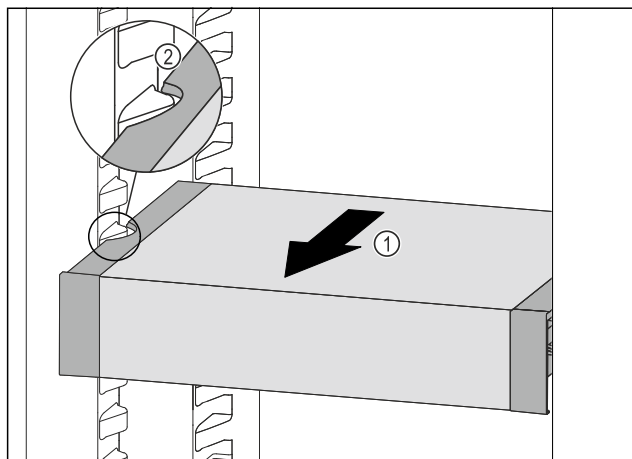

Fig. 68
- ▶ VarioSafe pociągnąć w przód Fig. 68 (1), aż boczne wycięcia szuflady VarioSafe będą się znajdować na wysokości zębów pojemnika w chłodziarce. Fig. 68 (2)